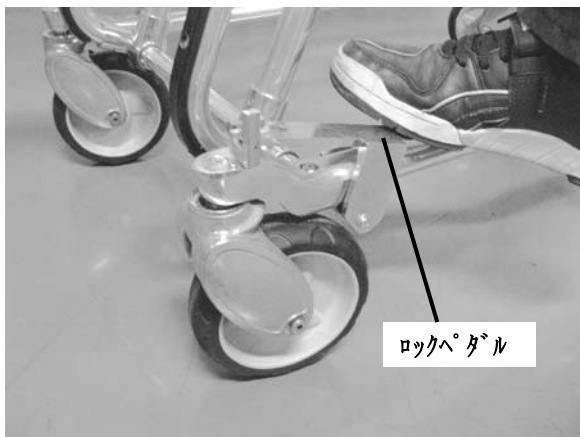

図 2.3
- ① 方向固定を解除する際は、ロックペダルを踏んでL字金具を起こすと、連結されているロックピンが前輪キャスターから抜けて方向固定が解除されます(図2.3参照)